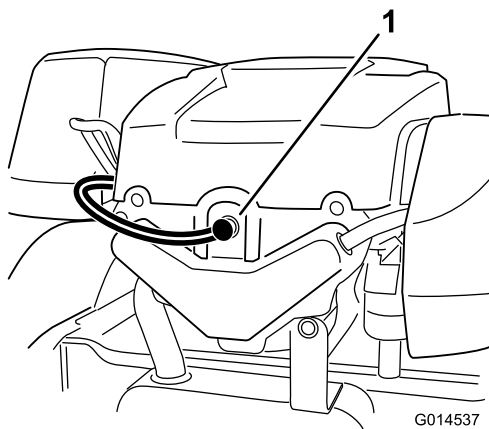

Figura 40
2. Staccate il cappellotto dalla candela (Figura 40).